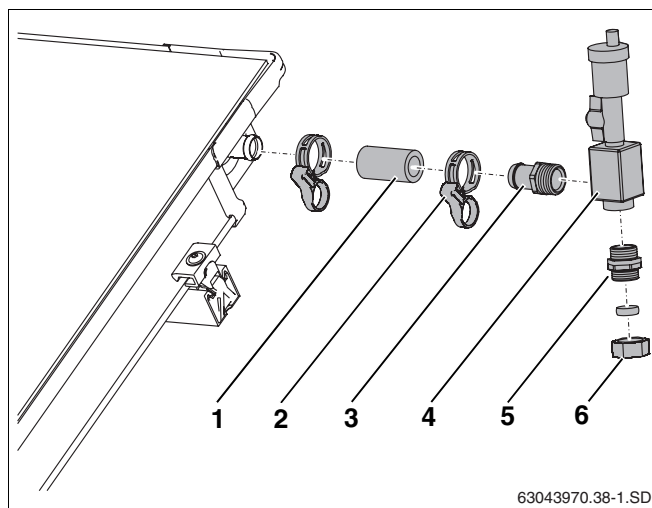

Fig. 60 Ligar o dispositivo de purga sobre o telhado
- ▶ Aplicar a mangueira solar (55 mm, fig. 60, **item 1**) na ligação de impulsão do campo de colectores e fixar à braçadeira de mola.
- ▶ Aparafusar bem o terminal da mangueira R³/₄ com o O-ring (fig. 60, **item 3**) à câmara de ar (fig. 60, **item 4**).
- ▶ Encaixar o terminal de mangueira (fig. 60, **item 3**) até ao batente na mangueira solar e fixar com braçadeiras de mola (fig. 60, **item 2**).
- ▶ Aparafusar o casquilho duplo com o O-ring à câmara de ar (fig. 60, **item 5**).
- ▶ Ligue o tubo colector à união roscada de anel de aperto (18 mm) (fig. 60, **item 6**).